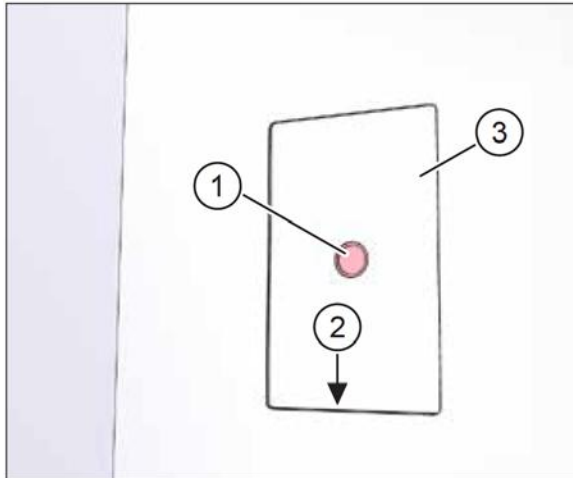

Рис. 27: монтажный комплект заштукатурен внутри
- ▶ Снимите сигнальную крышку (поз. 1 на рис. 27 на стр. 29).
- ▶ С помощью ножа очистите штукатурку с внутренней стороны штукатурной рамки (поз. 2 на рис. 27 на стр. 29).
- ▶ Осторожно снимите гипсовую защитную крышку (поз. 3 на рис. 27 на стр. 29) и находящуюся под ней картонную вставку.